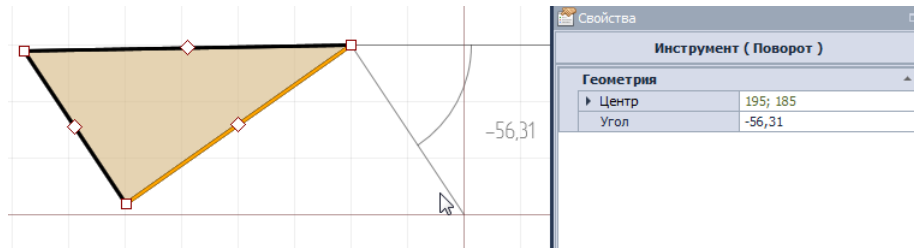

Рис. 369 Поворот фигуры
4. Переместите курсор. Система в динамическом режиме отобразит текущий угол поворота, см. Рис. 369.